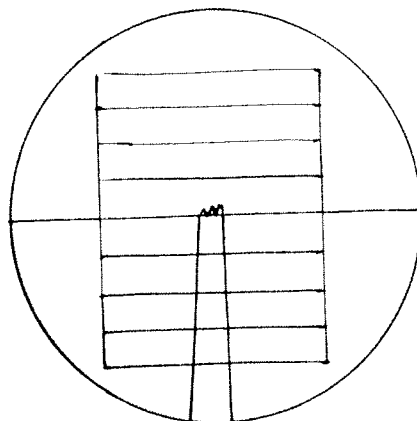

Fig 2
29. Justera in pulsen så att dennas topp befinner sig mitt på oscilloskopet och justera oscilloskopets förstärkning så att en frekvensändring av 0,1 MHz ändrar pulsamplituden 1 cm. Se fig 2.